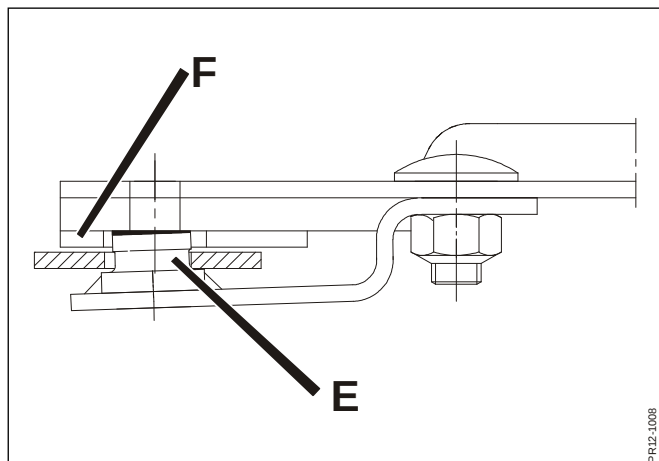

Fig. 5-11
- Fig. 5-11** - Det inte finns föroreningar mellan knivtappens och tallrikens anliggningsytor och det måste säkerställas att knivhållarens tapp **E** har korrekt anliggning mot undersidan av tallriken **F**.